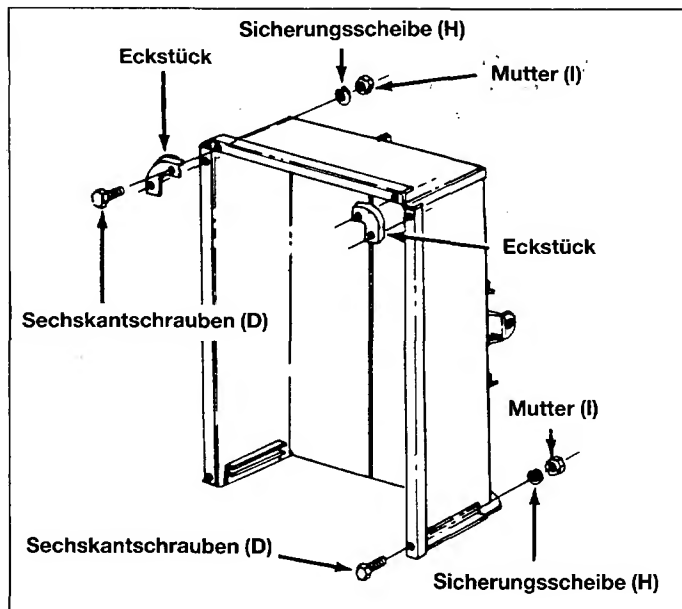

Bild 10
15. 2 Eckstücke vorne anbringen und 2 Schrauben durch Seitenteil und Rückwandverstärkung montieren. 6×12 mm Sechskantschrauben (D), Sicherungsscheiben (H) und Muttern (I) benutzen. Siehe Bild 10.